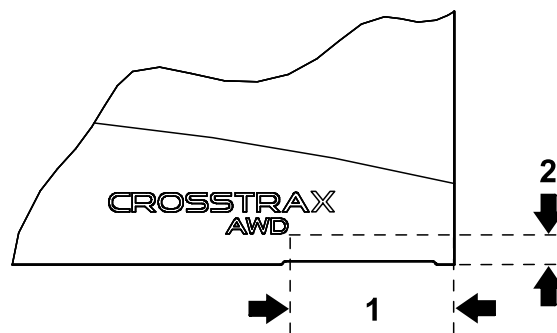

Figure 15
2. En vous aidant des dimensions indiquées à la Figure 15, apposez un autocollant CROSSTRAX dans l'angle inférieur arrière de chaque côté du capot.